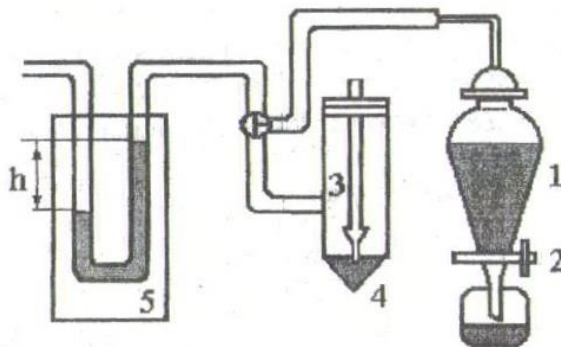

Рис. 1.6 Схема установки для измерения поверхностного натяжения жидкости (прибор Ребиндера)
2. В сосуд (рис.1.6) наливают дистиллированную воду примерно наполовину емкости измерительной ячейки и устанавливают капилляр так 3 так, чтобы он касался ее поверхности. Плотнo закрывают все шлифы и краны.